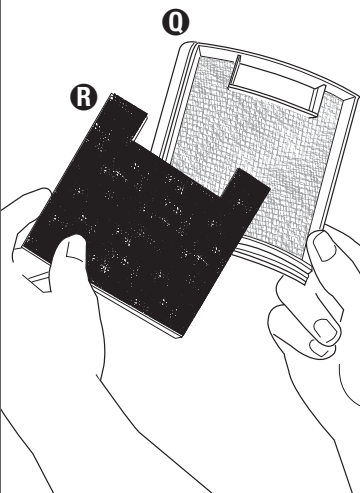

FIG. 17
Step 3: Remove foam **R** from filter frame (FIG. 17). Shake filter frame **Q** and foam filter to remove excess dust. If necessary, the filter frame and foam filter can be rinsed in luke warm water and air dried.
Étape 3 : Retirez la mousse **(R)** du cadre du filtre (FIG. 17). Secouez le cadre du filtre **(U)** et la mousse pour enlever l'excès de poussière. Si nécessaire, le cadre du filtre et la mousse peuvent être rincés à l'eau tiède et séchés à l'air.
Paso 3: Quite el filtro de espuma **(R)** (goma espuma) del armazón del filtro (FIG. 17). Sacuda el armazón del filtro **(U)** y el filtro de espuma para quitar el exceso de polvo. De ser necesario, el armazón del filtro y el filtro de espuma pueden ser enjuagados en agua tibia y secados al natural.